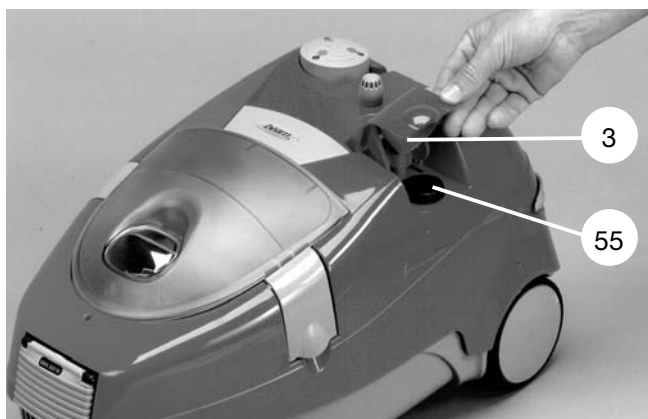

Bild 12
- 5.2.1 Verschlussklappe 3 (Bild 12) öffnen
- 5.2.2 Vorratsbehälter 55 (Bild 12) mit Leitungswasser füllen. Fassungsvermögen des Vorratsbehälters ca. 1,25 l. **Kein destilliertes Wasser verwenden!**
- 8.8 Fehlen von Wasser im Vorratsbehälter 55 (Bild 12) wird durch Blinken der LED 20b und gleichzeitig durch ein akustisches Signal angezeigt. Dampfabgabe wird automatisch abgeschaltet.
8.9 Um den Vorratsbehälter 55 (Bild 12) wieder zu füllen, Schritt 5.2 durchführen.